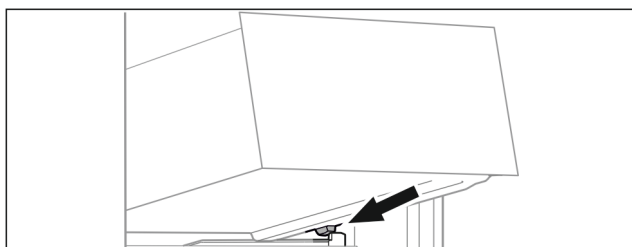

Fig. 71
- ▶ Nasadte zásuvku šikmo za zářezky na žebrování na nádoby. (viz Fig. 71)